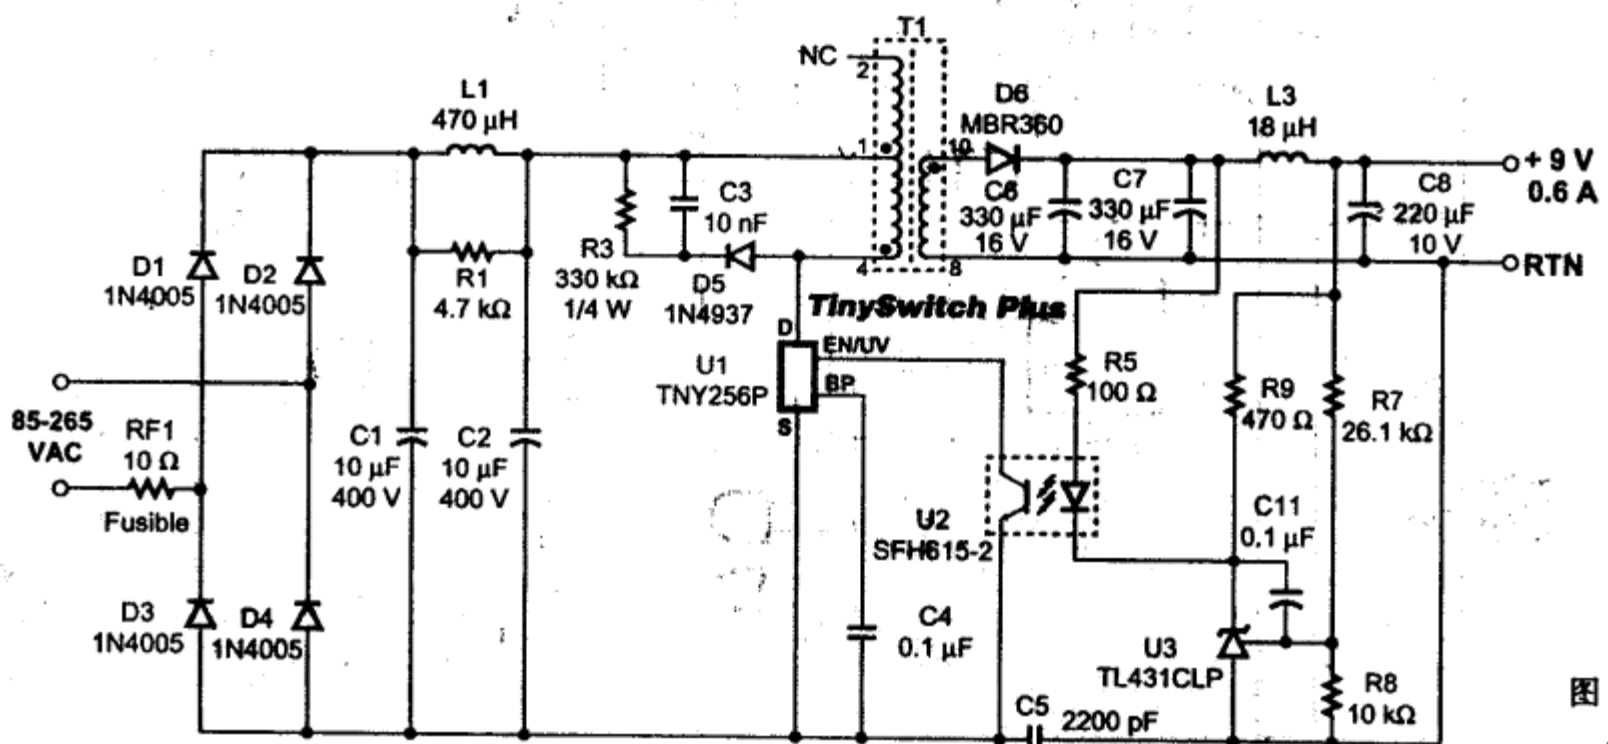
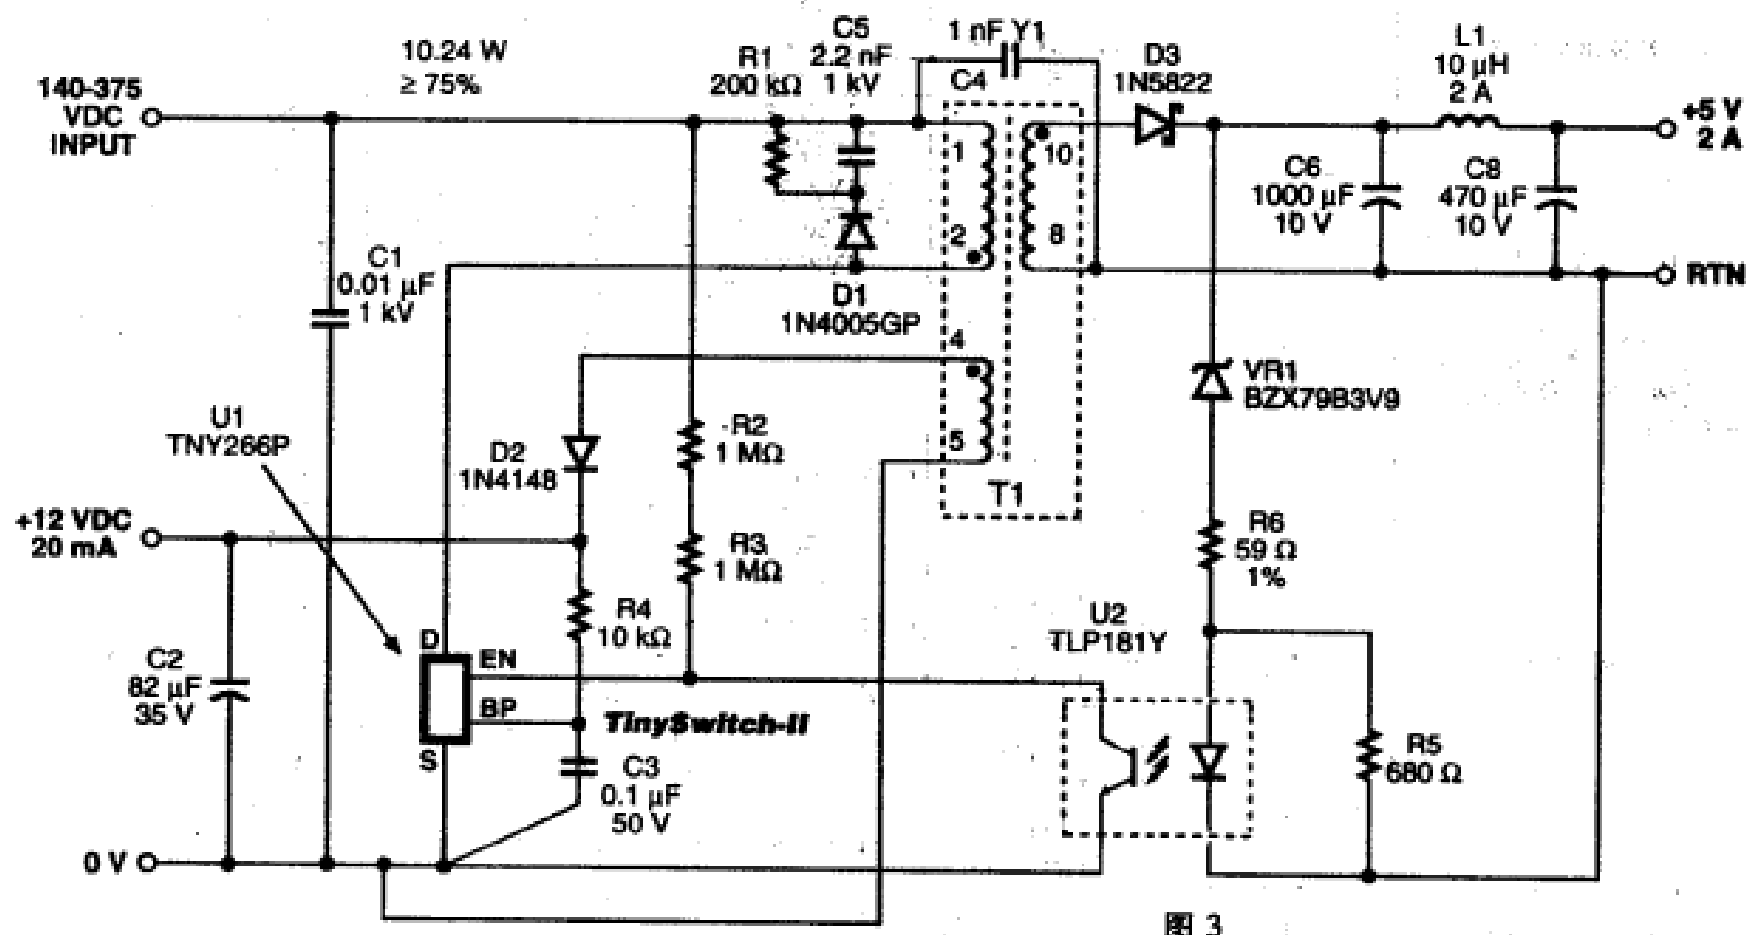
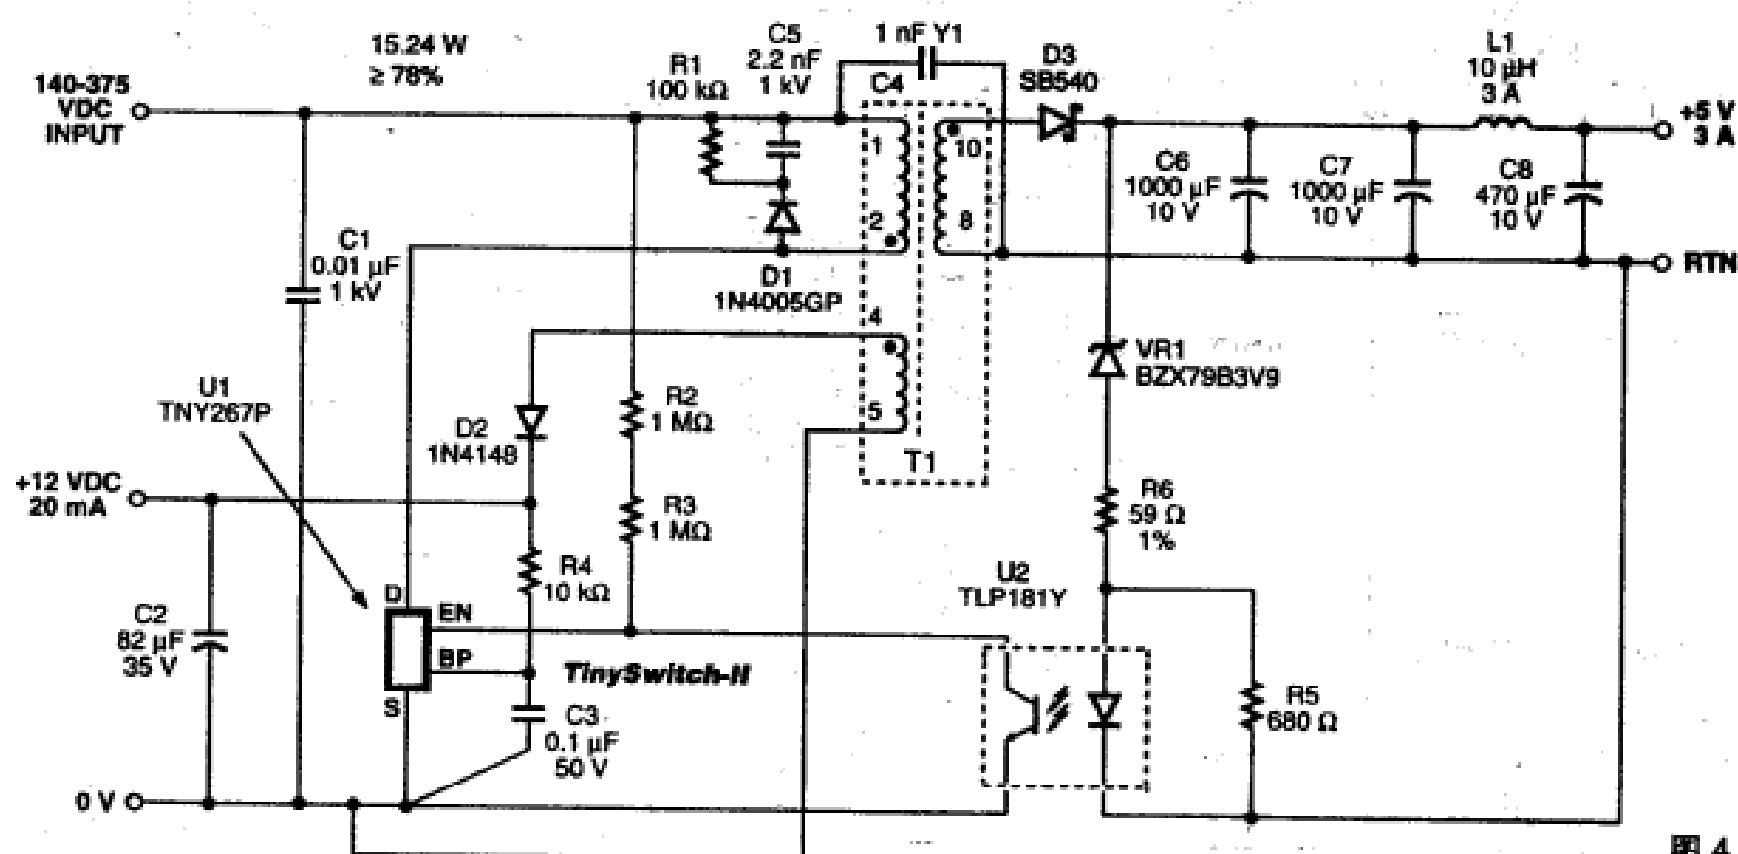

图 3
图 3
图 4
当采用CC/CV小功率充电电路时,TNY264可以参照TNY255的应用电路。图3和图4所示为两种待机供电设计的小功率开关电源,可以输出5V、12V两种输出电压,特别适用于PC主机的节能管理电源。图3中若选用TNY266P,输出功率可达到10W。图4中若选用TNY267P,输出待机功率可达到15W。两种电源都允许输入140~375V直流电压,相当于AC100/115V标准市电和AC230V标准市电的整流输出电压,即允许交流市电变动范围为100~265V。对于10W输出功率可采用EE16的磁芯,15W输出功率可采用EE22的磁芯。图中R2、R3可设定输入电压的最低阈值,当R2、R3采用2M $\Omega$ 的总电阻时,输入电压下限为140V直流。
级供电补充电流。为此,图3、图4所示中脉冲变压器绕组④、⑤的脉冲经D2整流,C2滤波,向负载电路提供12V稳定电压,同时还经电阻R4降压,向(BP)脚提供600 $\mu$ A的电流。12V电压经R4向C3充电,在(BP)脚内部箝位稳压管的作用下形成电源启动后稳定的6.3V电压,使前级驱动,控制系统驱动开关管有足够的充电电流达到额定输出功率。两种待机电源均采用RCC稳压方式,当输出电压升高到一定程度时,VR1击穿,通过光电耦合器U2隔离控制,使TNY开关被阻塞,通过阻塞时间的长短来稳定输出电压。▲